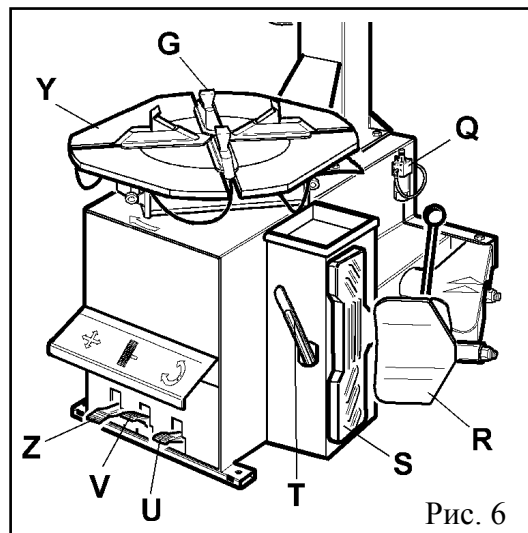

Рис. 6
- Collegare la macchina all'impianto d'aria compressa tramite l'attacco (Q) sporgente dalla parte posteriore (fig. 6)
- Подсоедините стенд к системе подачи сжатого воздуха при помощи соединительного устройства (Q), которое находится в тыльной части, как показано на Рис. 6.